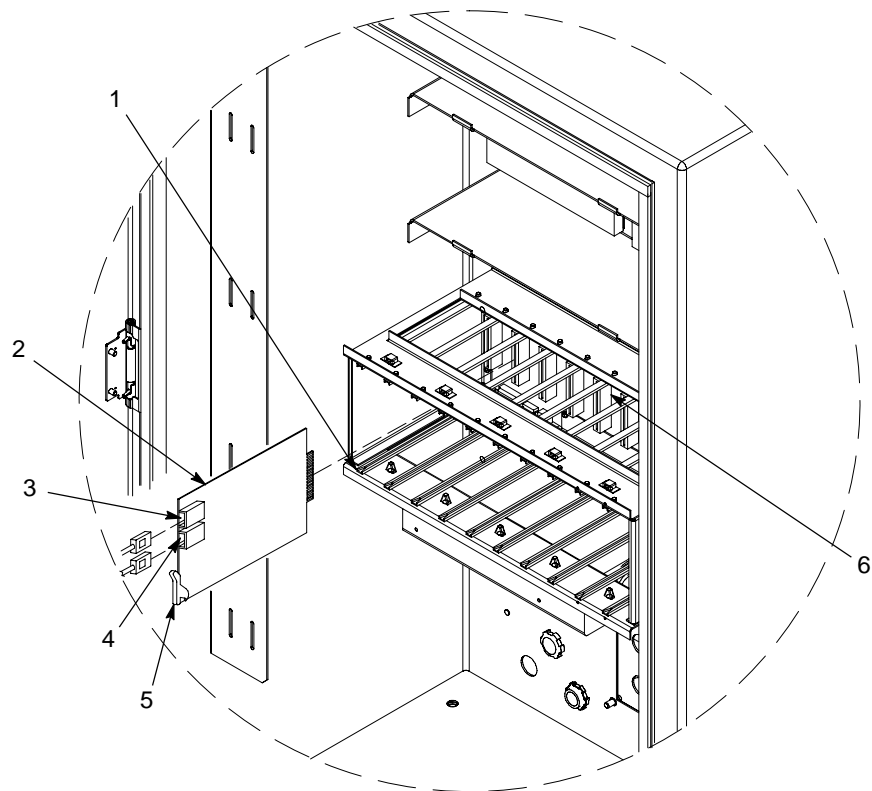

Figura 5-2 Sustitución de la tarjeta para el control de pistolas
Ver la figura 5-2. Las tarjetas para el control de pistolas (2) están instaladas en la caja de izquierda a derecha. Cada tarjeta controla dos pistolas: el receptáculo inferior es el número impar de pistola; el receptáculo superior es el número par de pistola.